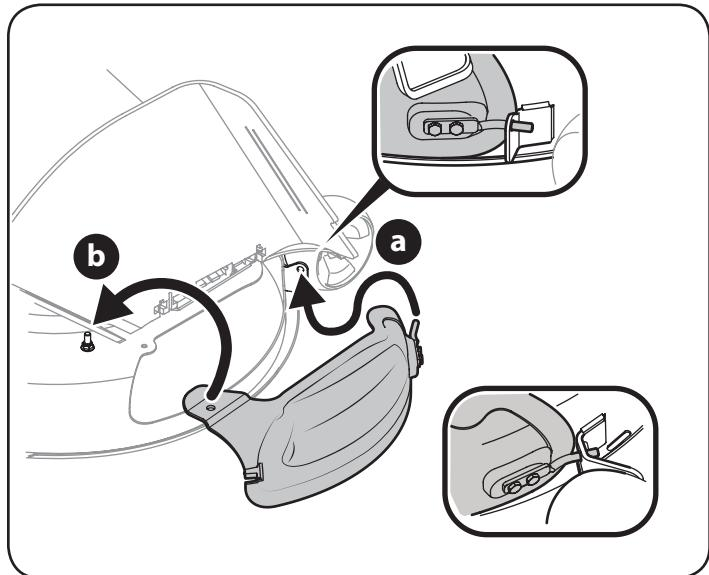

Figura 4
- Para instalar el adaptador para abono, haga pivotar el canal de descarga hacia arriba. Consulte la Figura 4: